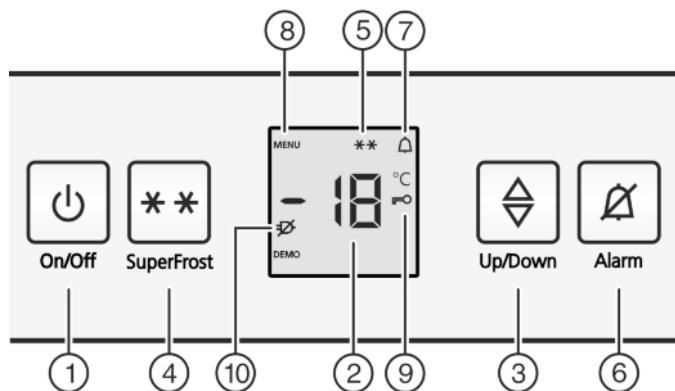

Fig. 2
- Вместе с индикацией температуры мигает символ «SuperFrost» Fig. 2 (5).*
- Нажать кнопку On/Off Fig. 2 (1).
- Активация режима настройки: Нажмите кнопку SuperFrost Fig. 2 (4) и удерживайте ее прим. 5 секунд.
- На индикаторе будет отображаться символ «Меню» Fig. 2 (8).
- Для подтверждения нажать и отпустить кнопку «SuperFrost» Fig. 2 (4).
- На индикаторе горит символ «Защита от детей» Fig. 2 (9).
- нажмите и отпустите кнопку "On/Off" Fig. 2 (1).
- Символ «Защита от детей» Fig. 2 (9) гаснет.
- Нажмите кнопку Alarm Fig. 2 (6).
Одновременно мигает индикация температуры и символ тревоги Fig. 2 (7).
Звуковой сигнал выключается автоматически, символ аварийного сигнала Fig. 2 (7) выключается и индикатор температуры перестает мигать, если температура снова становится достаточно низкой.
► Нажмите кнопку Alarm Fig. 2 (6).